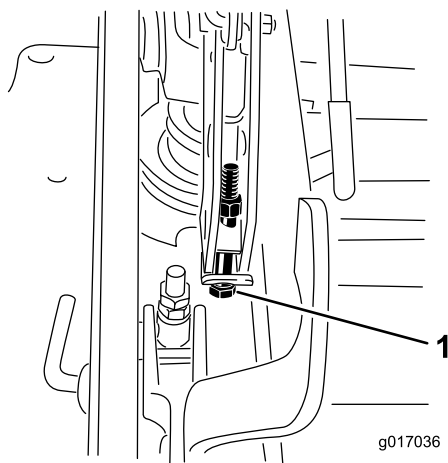

Figure 117
12. Si le tablier est trop bas, serrez le boulon de réglage monopoint dans le sens horaire. Si le tablier est trop haut, desserrez le boulon de réglage monopoint dans le sens antihoraire (Figure 117).